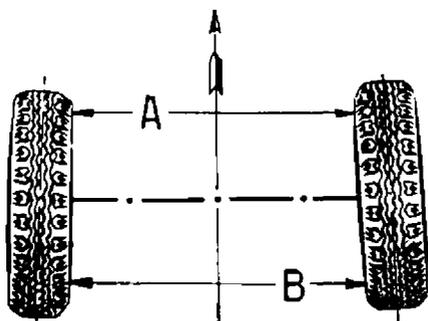

Рис. 74. Схождение колес
4. Схождение колес (разность расстояний В и А рис. 74) между внутренними поверхностями шин, замеренных в одной горизонтальной плоскости, равно 1,5—3,0 мм.